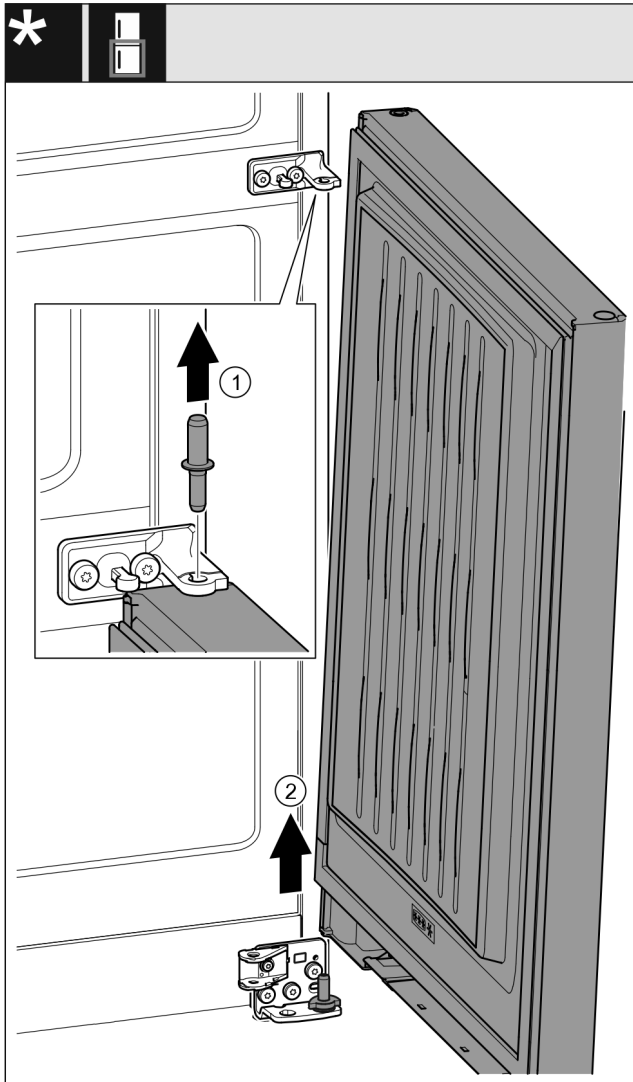

Fig. 23 \*
- ▶ Bolzen nach oben herausziehen. Fig. 23 (1)\*
stellen. Fig. 23 (2)\*